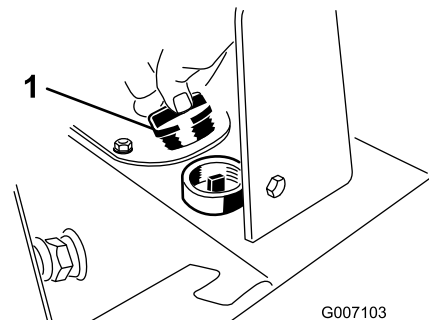
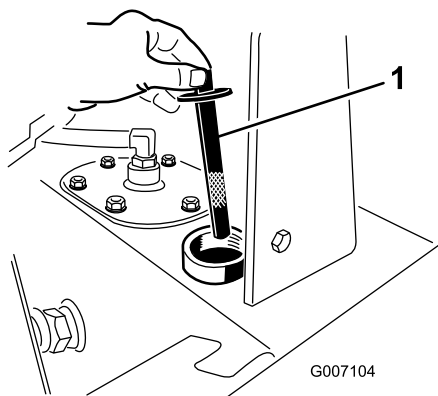

Figura 72
Figura 73
6. Retire el tapón y la varilla del depósito hidráulico (Figura 72 y Figura 73).